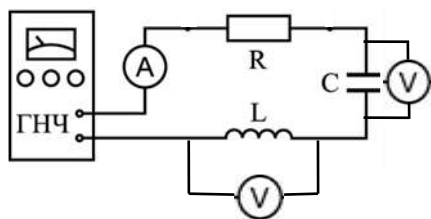

Рис. 3.4
Исследование явления резонанса в электрическом колебательном контуре производится с помощью схемы, изображенной на рис. 3.4. Источником переменной ЭДС, меняющейся по гармоническому закону, является генератор низкочастотных электрических колебаний (ГНЧ). Амперметр А служит для измерения действующего значения силы тока в
2. Соберите схему по рис. 3.4. Полное активное сопротивление цепи складывается из активного сопротивления катушки индуктивности, внутренних сопротивлений генератора и амперметра, и сопротивления магазина, которое следует подобрать так, чтобы общее сопротивление  $R_{\text{общ}}$  соответствовало добротности контура не меньше 4. Исходя из заданных значений  $L$  и  $C$ , рекомендуется установить на магазине сопротивление  $R_1 = 50$  Ом. В работе используется один вольтметр. Предусмотрите возможность его переключения с катушки на конденсатор или на вход системы.